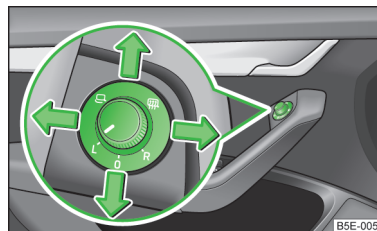

Fig. 45
- Aduceți butonul rotativ în poziția » fig. 45.
- Aduceți butonul rotativ în poziția , respectiv, la autovehiculele cu volan pe dreapta, în poziția » fig. 45. Mișcarea suprafeței oglinzii este identică cu mișcarea butonului rotativ.
➤ Aduceți butonul rotativ în poziția **R**, respectiv, la autovehiculele cu volan pe dreapta, în poziția **L** » fig. 45. Mișcarea suprafeței oglinzii este identică cu mișcarea butonului rotativ.
➤ Aduceți butonul rotativ în poziția **0** » fig. 45.
➤ Aduceți butonul rotativ în poziția **↺** » fig. 45.
La autovehiculele care dispun de funcția Memory pentru scaunul șoferului » pagina 70 suprafața oglinzii basculează puțin în jos la selectarea treptei marșarier, când butonul rotativ se află în poziția **R**, respectiv, la autovehiculele cu volanul pe dreapta, în poziția **L** » fig. 45. Astfel în timpul parcării este asigurată vizibilitatea spre bordură.